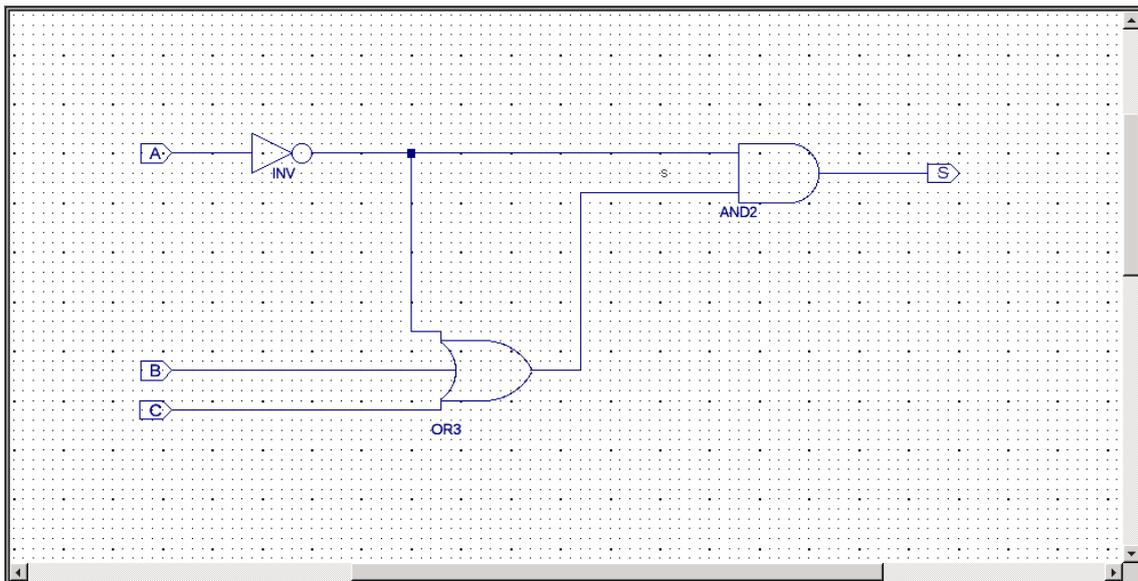

Figura 7 - Esquema do circuito de exemplo.
- 4 Para ligar os componentes utilize o modo "Add Wire", pressionando o botão . Para fazer uma ligação entre 2 pinos, pressione o botão esquerdo do rato em cima de um dos pinos, arraste a ligação para cima do segundo pino, e volte a pressionar o botão esquerdo do rato. Faça as ligações de acordo com a Figura 7.